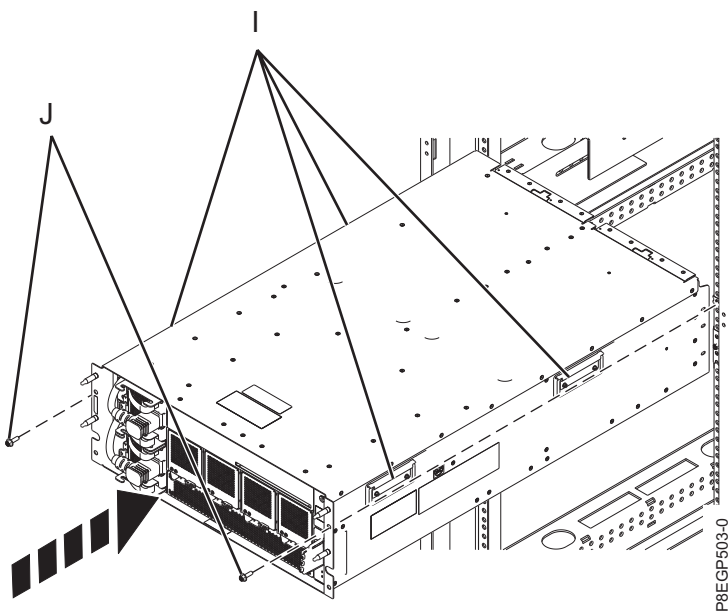

Figura 8. Instalación del cajón en un bastidor
4. Con tres personas, haga que dos de ellas levanten las cuatro asas (**I**), tal como se muestra en la Figura 8 y que la tercera se coloque delante del cajón para hacer de guía. Levante el cajón y colóquelo sobre la parte frontal de los rieles.
6. Coloque los dos tornillos de fijación M5 (**J**) en el cajón y en los clips de tuerca de los rieles de la derecha y de la izquierda. Consulte la Figura 8.